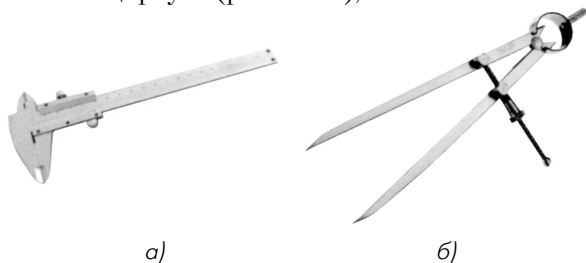

Рис. 1.11. Штангенциркуль (а) и разметочный циркуль (б)
- штангенциркуль (рис. 1.11а) для измерения внешнего и внутреннего диаметра;
- разметочный циркуль (рис. 1.11б);